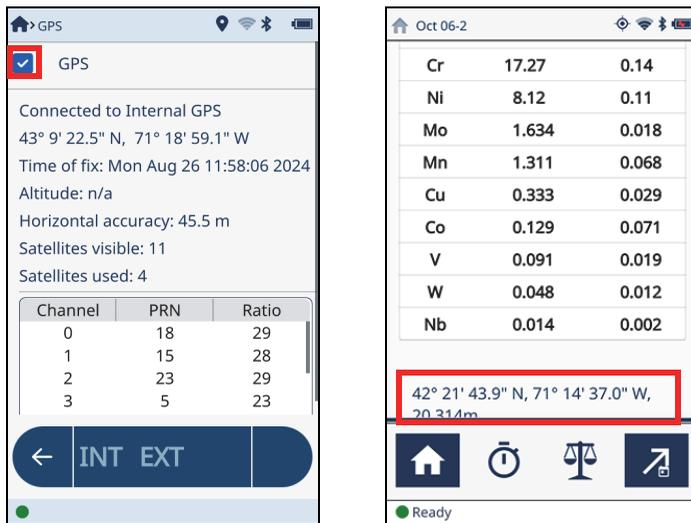

图 4-10 GPS屏幕（左图），实时视图中的GPS坐标（右图）
2. 选择GPS复选框，启动GPS功能（参见第120页的图 4-10，左图）。
实时视图屏幕中将显示当前的GPS坐标（参见第120页的图 4-10，右图）。